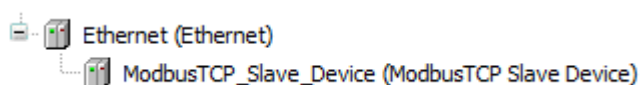

Рис. 11.23. Компоненты slave-устройства **Modbus TCP**
5. Проверьте настройки компонента **ModbusTCP_Slave_Device** (см. рис. 11.23)